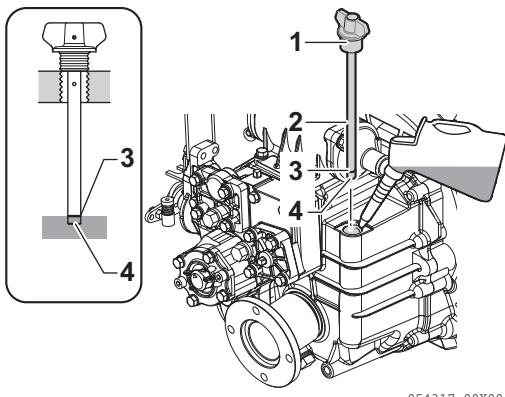

Figure 7
2. Togliere il tappo del bocchettone di riempimento (**Figure 7, (1)**) in cima all'alloggiamento.
3. Rimuovere l'asta di livello dell'olio (**Figure 7, (2)**) e pulirla con un panno pulito.
4. Reinserire l'astina fino in fondo senza avvitarla. Vedere l'immagine (**Figure 7**).
5. Estrarre l'astina di controllo. Il livello dell'olio deve essere compreso tra la tacca superiore (**Figure 7, (3)**) e la tacca inferiore (**Figure 7, (4)**) dell'asta di livello.
3. Riempire di olio fino al limite superiore (**Figure 7, (3)**) dell'asta di livello. Vedere Specifiche dell'olio per l'invertitore a pag. 61.